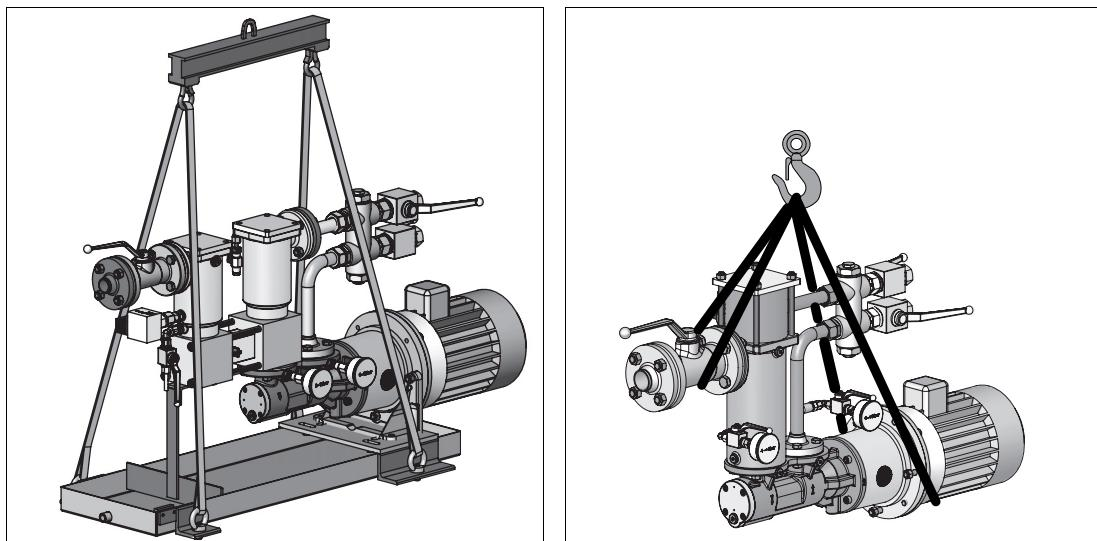

Fig. 1 Fijación del mecanismo de elevación –
- Fije el mecanismo de elevación en la estación de bombeo, véase Fig. 1, y eleve la estación de bombeo con una grúa.